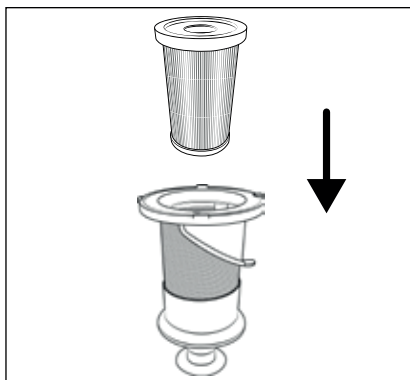

Fig. 27
- 7) Inserire il filtro EPA **5** nel filtro in acciaio inox **6** (vedere fig. 27).